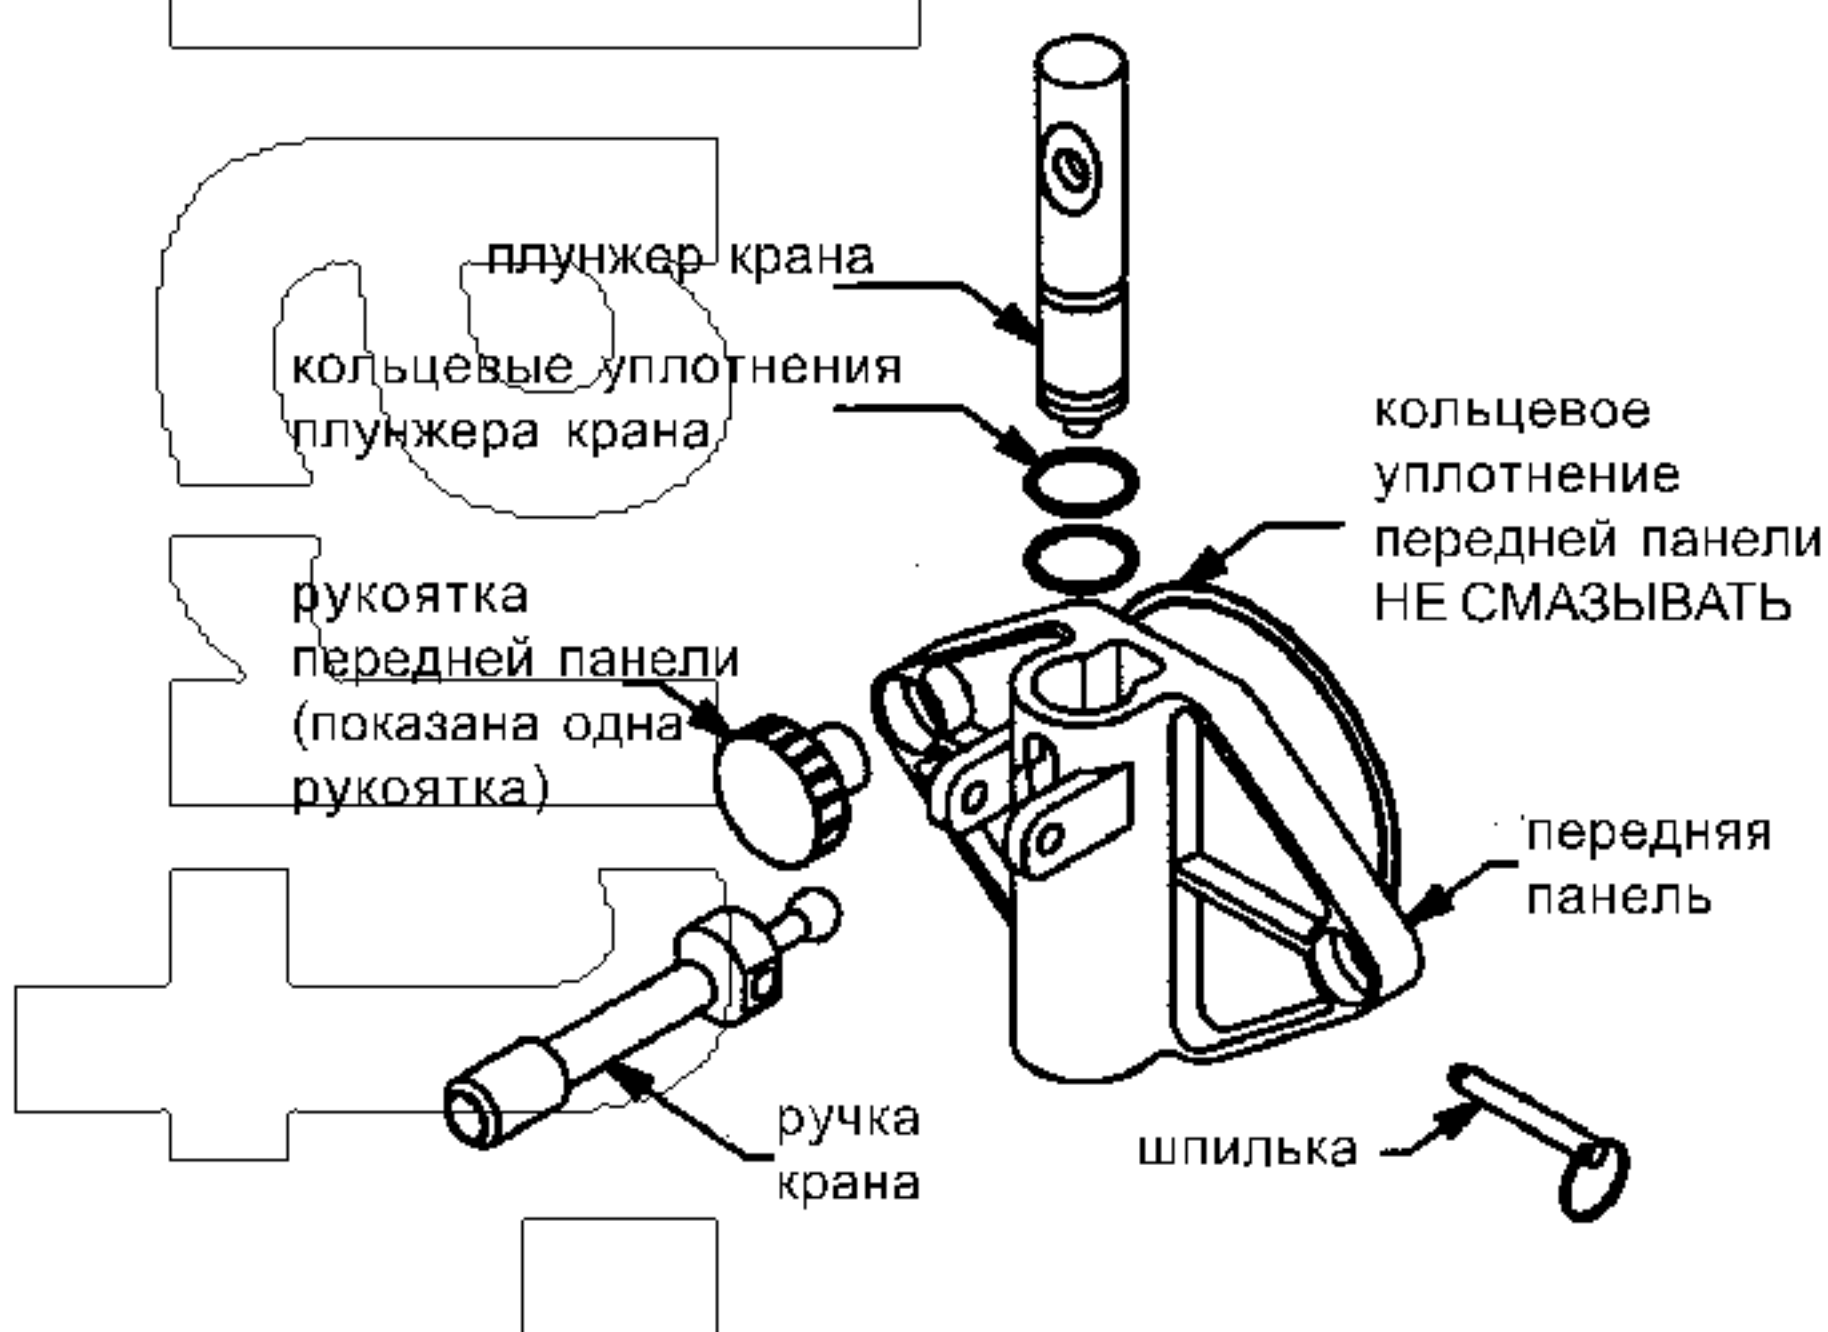

Рис. 5. Узел передней панели
2. Снимите переднюю панель и мутовку в сборе (рис. 5 и 8), повернув две черные пластмассовые рукоятки на передней панели против часовой стрелки. После снятия рукояток снимите переднюю панель со штифтов. Подхватите передний конец мутовки, и вытяните ее из раздаточного аппарата медленно и не наклоняя, чтобы не повредить подающие ножи.
5. Снимите переднюю панель, отвернув черные пластмассовые рукоятки против часовой стрелки (Рис. 5). Разберите переднюю панель в следующем порядке: